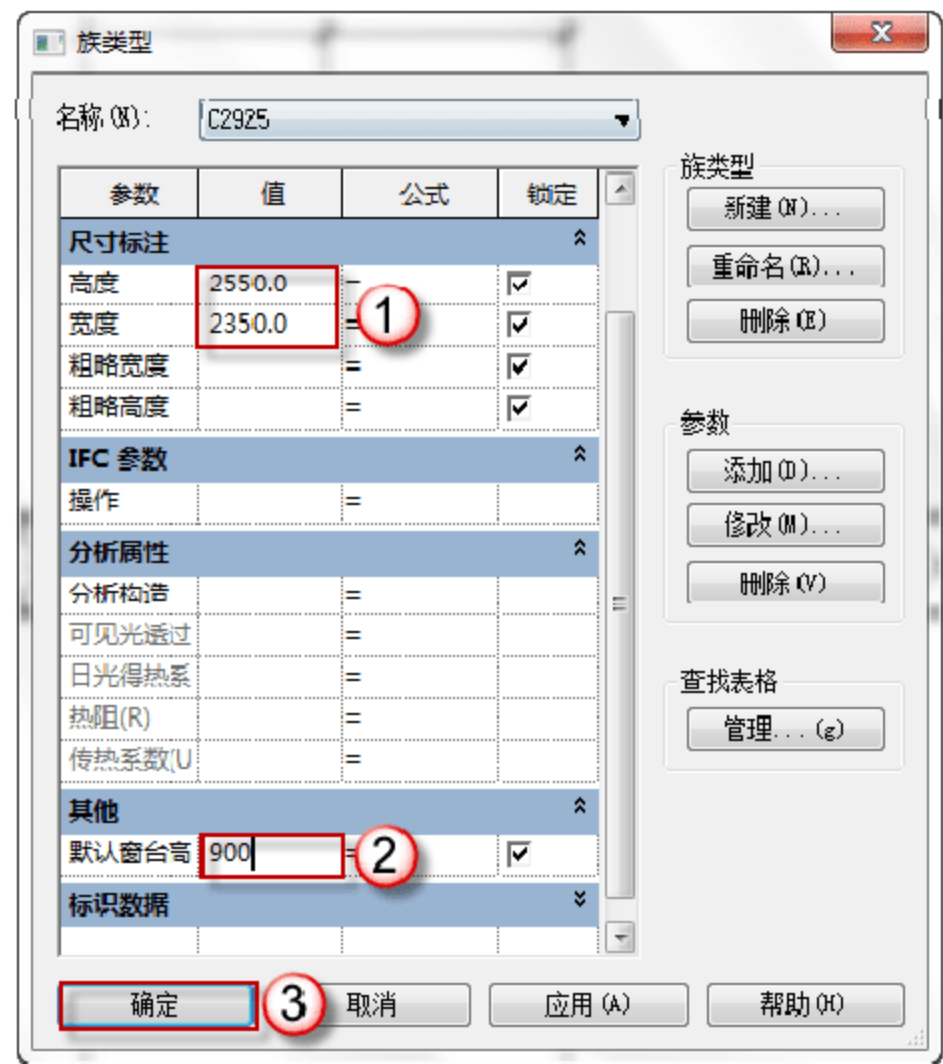

图 7.1.3 修改尺寸标注
(3) 修改窗的尺寸标注。在不关闭已经打开的“C2925”族的族类型的情况下，选择屏幕操作区“尺寸标注”标签，在“高度”中输入“2550”字样，在“宽度”中输入“2350”字样，在“默认窗台高”中输入“900”字样，单击“确定”按钮，如图 7.1.3 所示。